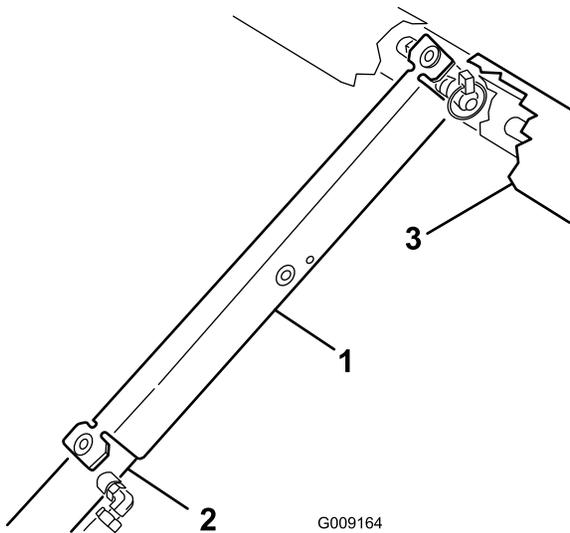

図 14
3. サポートをシリンダロッドにはめ込んで、安全サポートの端部でシリンダパレルの端とシリンダロッドの端を確実に支える 図 14。